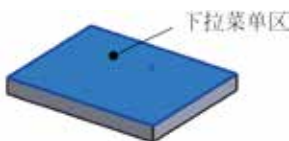
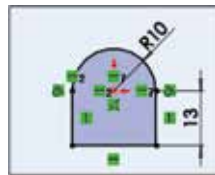

图 5.156 草图平面
图 5.157 截面草图
单击  特征 功能选项卡中的  按钮，在系统提示下选取如图 5.156 所示的模型表面作为草图平面，绘制如图 5.157 所示的截面草图。在“凸台 - 拉伸”对话框  方向 1(D) 区域的下拉列表中选择  给定深度，输入深度值 10，单击  按钮，完成“凸台 - 拉伸 2”的创建。